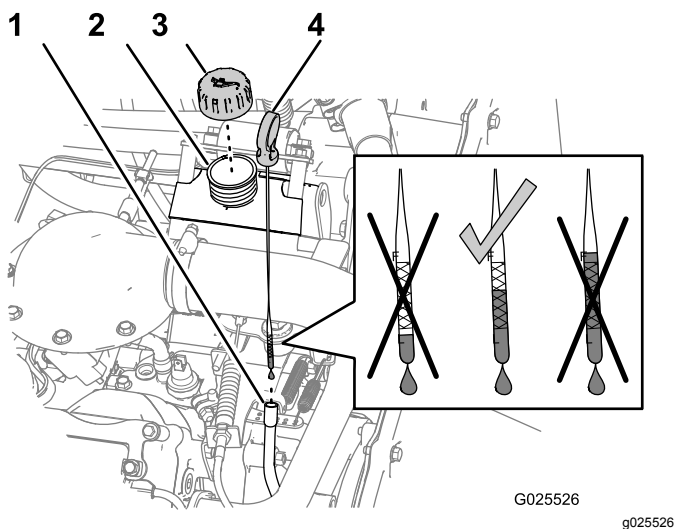

Рисунок 21
1. Выньте щуп и протрите его чистой ветошью (Рисунок 21).
3. Выньте масломерный щуп и проверьте уровень масла (Рисунок 21).
4. Если уровень масла низкий, снимите крышку заливной горловины (Рисунок 21) и долейте столько масла, чтобы поднять его уровень до отметки Full (Полный) на масляном щупе.
5. Установите крышку на заливную горловину (Рисунок 21).
6. Плотно вставьте щуп в масломерную трубку (Рисунок 21).